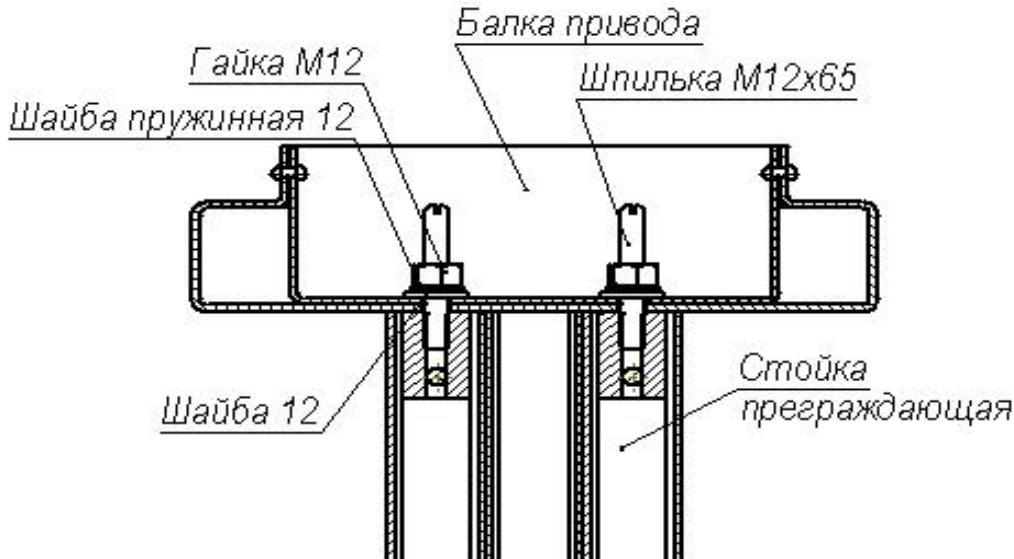

Рисунок 9 – Крепление балки привода (13) к стойке преграждающей (3)
8.2.8 Вверните две шпильки *M12x65* в верхнюю часть преграждающей стойки (3) (см. рисунок 9).
8.2.13 Поверните балку (13) концом, на котором расположена DIN-рейка (рисунок 3), к преграждающей стойке (3), а другим концом — к секциям (6) и (7) формирователя прохода. Используя две стремянки, поднимите балку на высоту преграждающей стойки и обоприте её сверху на преграждающую стойку. Открепите концы кабелей от верхней планки преграждающей стойки (п. 8.2.9), пропустите их в отверстие балки и закрепите с помощью липкой ленты внутри балки. Наденьте балку на две шпильки, расположенные на преграждающей стойке (п. 8.2.8), наденьте на каждую шпильку шайбу 12, затем шайбу пружинную 12 и зафиксируйте положение балки двумя гайками M12 (см. рисунок 9), навернув их до середины выступающей части шпилек.